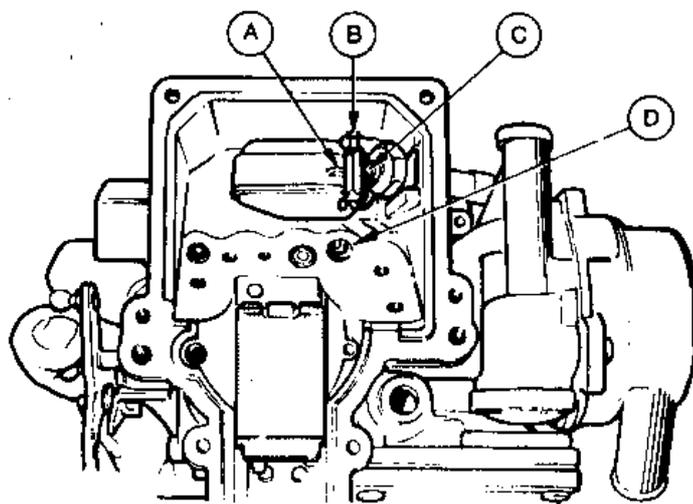

Рис. 4.25. Правильное положение распределителя (Разд. 16)
21. Снимите бегунок и поворачивайте распределитель, пока зубья ротора не окажутся точно напротив зубьев статора. Угол Z между задним торцом блока цилиндров и осью диафрагмы распределителя должен быть равным 0-14° против часовой стрелки (Рис.4.25).